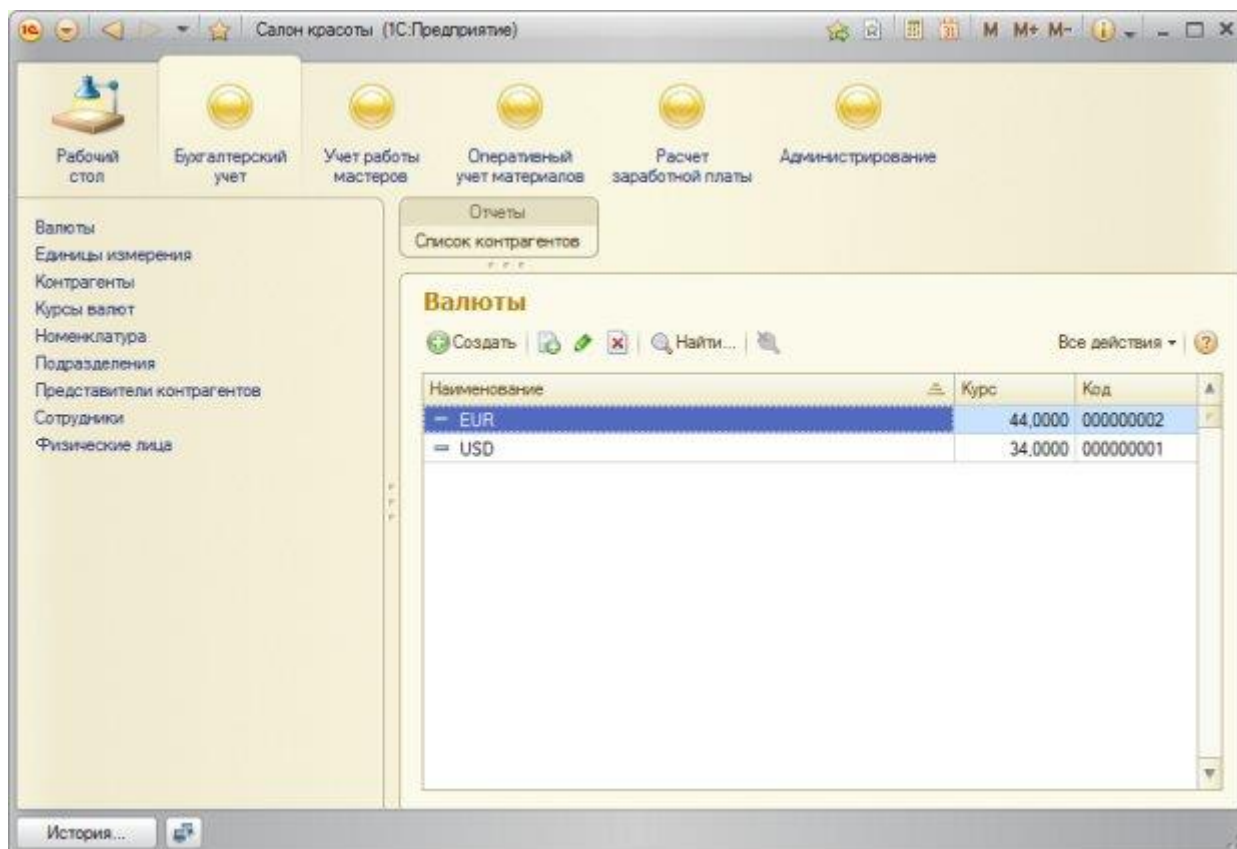

Рисунок 19.3- Измененная форма списка справочника
6. После показанной модификации запроса, формирующего динамический список и размещения в форме списка справочника нового поля **Курс**, которое будет доступно в списке реквизитов динамического списка, форма списка приобретет вид, показанный на рисунок 19.3.